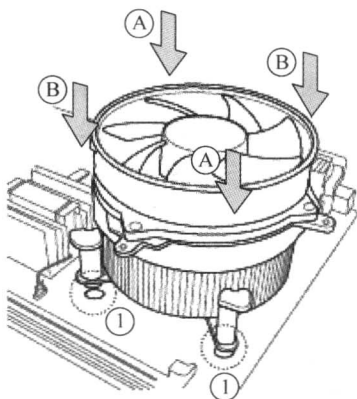

图 1-11 将散热器放在处理器上方
(1) 将散热器放在已安装好的 CPU 上方,并确认主板上的 4 个孔位与散热器的 4 个扣具位置相吻合。固定散热片与风扇的位置应该让处理器风扇连接线最靠近处理器风扇连接端口,如图 1-11 所示。